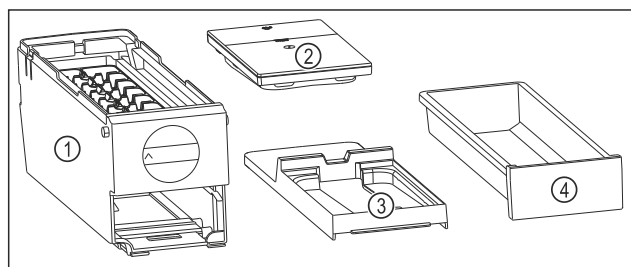

Fig. 179 EasyTwist-Ice komponentai
- ▶ EasyTwist-Ice išardytas į keturias dalis. (žr. Fig. 179)
- ▶ EasyTwist-Ice išardykite tik į parodytas dalis. (žr. Fig. 179)
- ▶ Išvalykite EasyTwist-Ice korpusą Fig. 179 (1) kaip visumą.